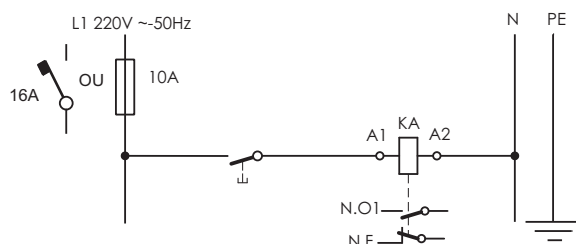

Figure VI.16 – Montage à fonctionnement par à-coup
- Lorsque le montage ne nécessite pas de maintien de l'excitation de la bobine, seul le bouton-poussoir à fermeture (bouton-poussoir marche) est nécessaire pour la commande du relais (Figure VI.16)